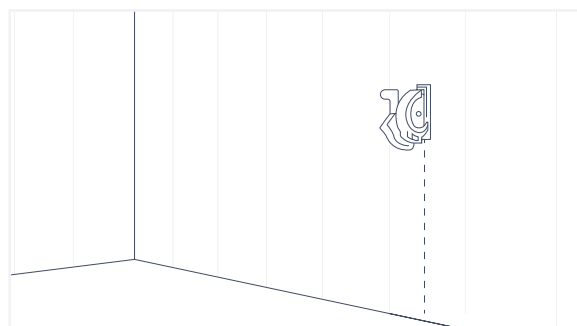

Fig. 39
2. Utilizando la sierra, corte a través del centro del panel dañado, paralelo a las juntas del panel (Fig. 39).